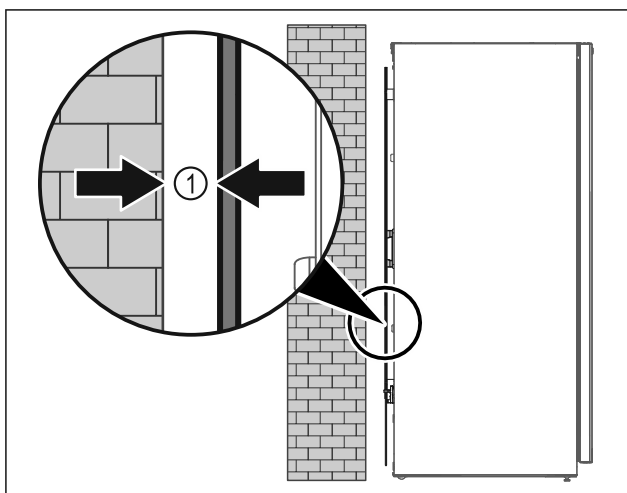

Fig. 7
- ▶ Urządzenie ustawić swobodnie w pomieszczeniu lub bezpośrednio przy ścianie z minimalnym odstępem 5 mm Fig. 7 (1).